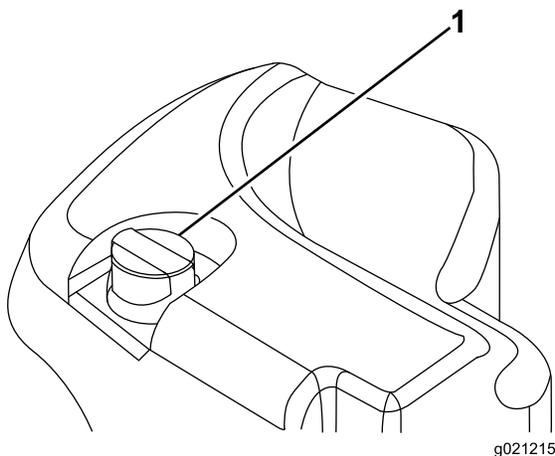

図 29
2. 油圧オイルタンクの注油口周辺をきれいに拭き、キャップを外す 図 29。給油口からキャップを取る。